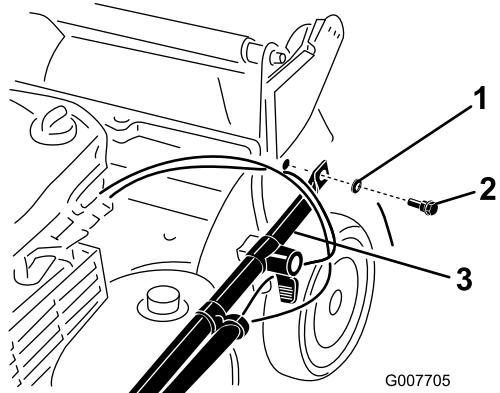

Figura 4
3. Fija los extremos del manillar al alojamiento del cortacésped con 2 arandelas y 2 pernos de manillar (Figura 4), **pero no apriete los pernos del manillar.**
Importante: Coloque los cables en el exterior del manillar (Figura 4).